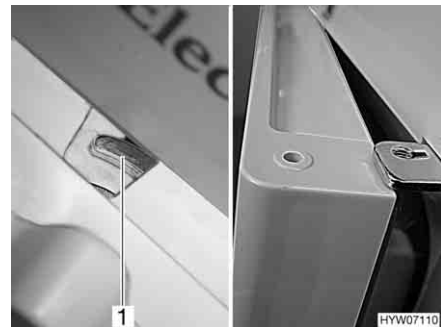

Fig. 163 Porta del frigorifero/del vano congelatore in posizione di ricircolo d'aria (serie Dometic 7 con vano congelatore separato)
- Spostare il dispositivo di bloccaggio completamente verso destra. La porta del frigorifero/porta del vano congelatore è bloccata con l'ausilio dell'arresto della porta (Fig. 163,1). In questo modo la porta del frigorifero/porta del vano congelatore rimane ferma in posizione socchiusa (Fig. 163).